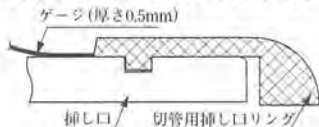

図60 挿し口外面からの浮き量チェック
- ⑥全てのシャコ万力を取り外す。
- ⑦再度、切管用挿しロリングが浮いていないことを、切管用挿しロリングと挿し口外面との間に0.5mmの隙間ゲージが全周にわたって入らないことにより確認する(図60参照)。
- 挿しロリングが浮き上がっている場合は、⑨の手順で挿しロリングの取り付けをやり直す。